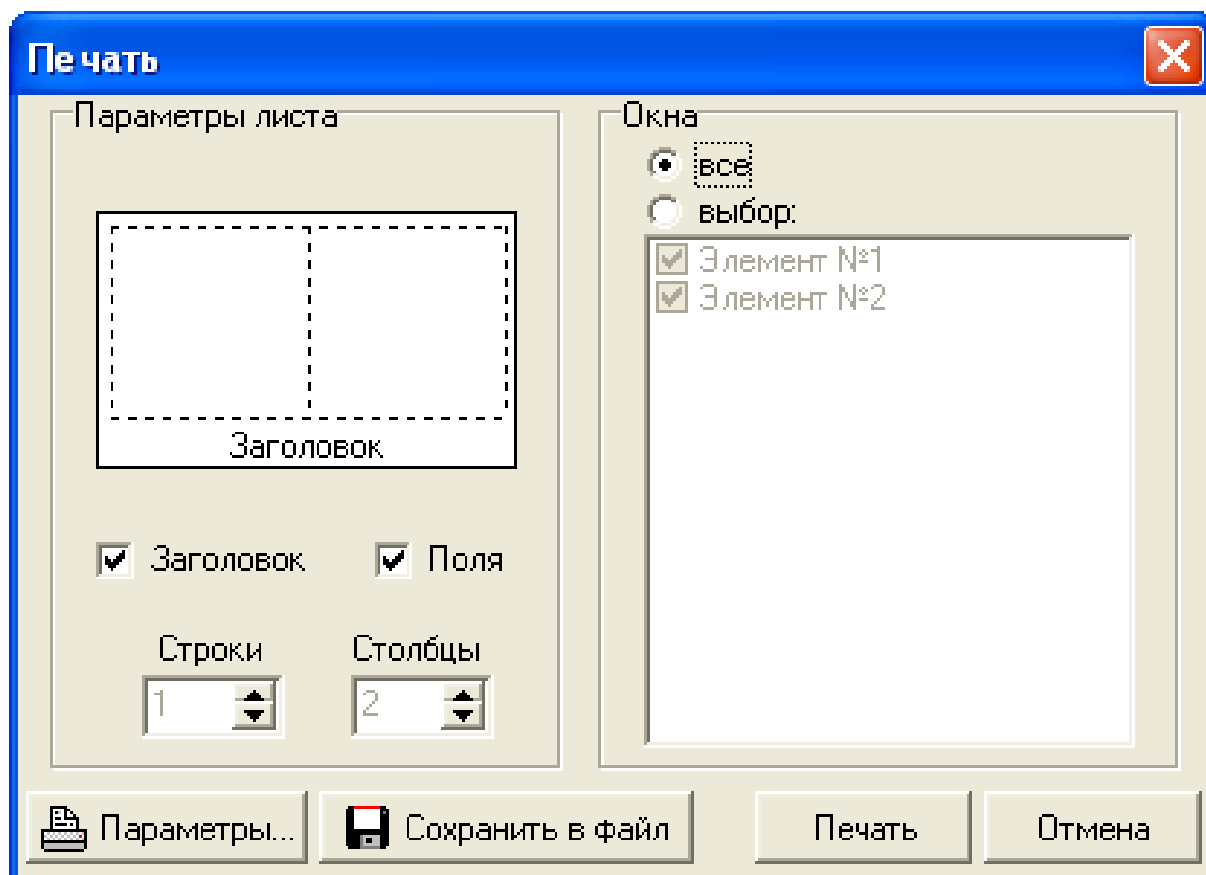

Рис. 34. Окно «Печать».
- кнопка **«Печать»** выводит окно **«Печать»** (см. рис. 34). В данном окне производятся настройки печати того сигнала, на панели управления которого была нажата кнопка **«Печать»**. Окно **«Печать»** состоит из двух меню: **«Параметры листа»**, **«Окна»** и четырех кнопок **«Параметры»**, **«Сохранить в файл»**, **«Печать»**, **«Отмена»**.
Меню **«Параметры листа»** отвечает за общий вид распечатанного листа, который предварительно отображается в данном меню (см. рис. 34). При активизации пунктов **«Заголовок»** и **«Поля»** на лист печати будут выведены соответственно информация о номере элемента, с которого была запущена печать и графики с полями. В пунктах **«Строки»**, **«Столбцы»** задается количество строк и столбцов, на которое будет разбит лист печати.
- для печати всех элементов в «**Окне выбора элементов**» необходимо выбрать пункт «**Все**» нажатием левой клавиши мыши, лист печати автоматически будет разбит на столько строк и столбцов, сколько элементов в данном замере (в данном случае (см. рис. 34) лист печати будет разбит на два столбца, где, в правом столбце распечатается элемент №1, в левом – элемент №2.)